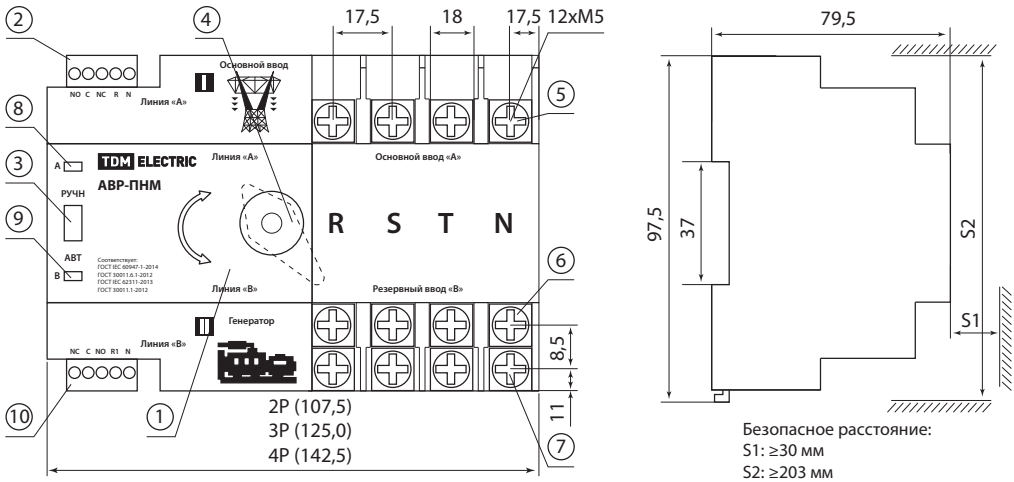

Рисунок 1. Габаритные размеры АВР-ПНМ, мм
6.4. Для правильной работы АВР-ПНМ линии управления основного и резервного ввода должны быть подключены на разъем питания 2 и 10 (рисунок 1, контакты R, N) подается управляющее
7.1. Автоматический режим работы предназначен для автоматического переключения питания с основного на резервный источник. Для перехода в автоматический режим установить переключатель 3 (рисунок 1) в положение «Автоматический» (АВТ).
7.3. Ручной режим работы предназначен для гарантированного отключения устройства при аварии или перебоях питания. Для перехода в ручной режим установите переключатель 3 (рисунок 1) в положение «Ручной» (РУЧН) и произвести переключение ручкой управления.
7.4. После завершения использования ручного режима необходимо перевести переключатель 3 (рисунок 1) в положение «Автоматический» (АВТ). При переводе переключателя в автоматический режим устройство переключится на основной ввод автоматически при условии наличия контролируемой фазы основного ввода.